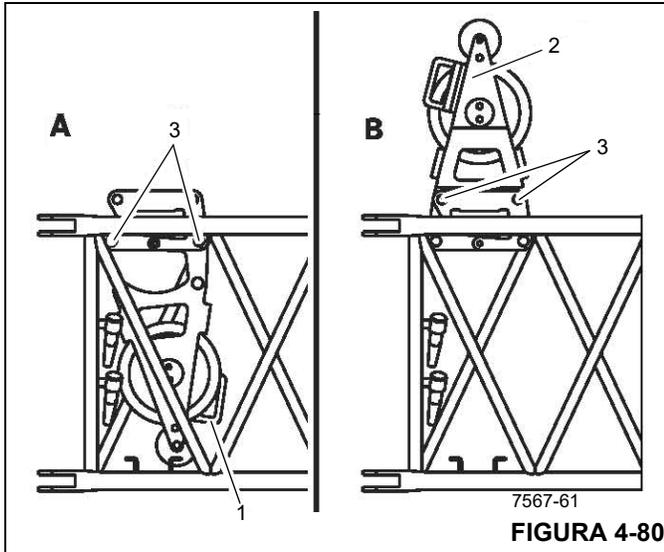

FIGURA 4-80
1. Retire las pinzas de retención de los pasadores (3) (Figura 4-80).
2. Sujete la polea deflectora por la manija (1) y quite los pasadores (3).
3. Pliegue la polea deflectora usando la manija (1) e inserte los pasadores (3).